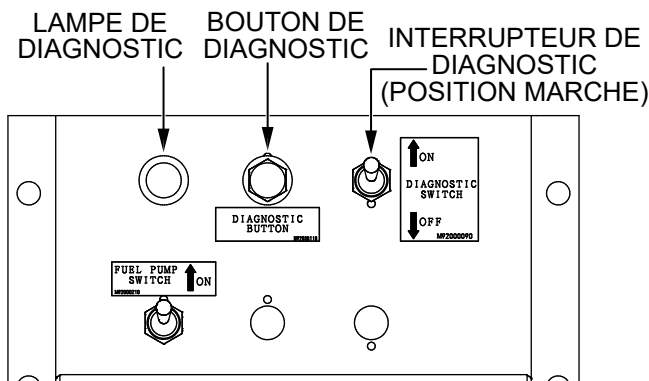

Figure 82. Panneau de diagnostic
5. Pour lancer le **processus de diagnostic**, placez l'interrupteur de diagnostic sur la position **ON** (Figure 82).
6. Vérifiez que le **témoin de diagnostic** (Figure 82) est **ALLUMÉ**. Cela indique qu'il y a un défaut/erreur dans le moteur ou le système de contrôle du moteur.
7. Appuyez et maintenez enfoncé le **bouton de diagnostic** (Figure 82) pour identifier le défaut et vérifier les points suivants :
- Le **témoin de diagnostic** (Figure 82) fait clignoter un motif correspondant au code d'erreur détecté 3 fois à intervalles de 2,4 secondes.